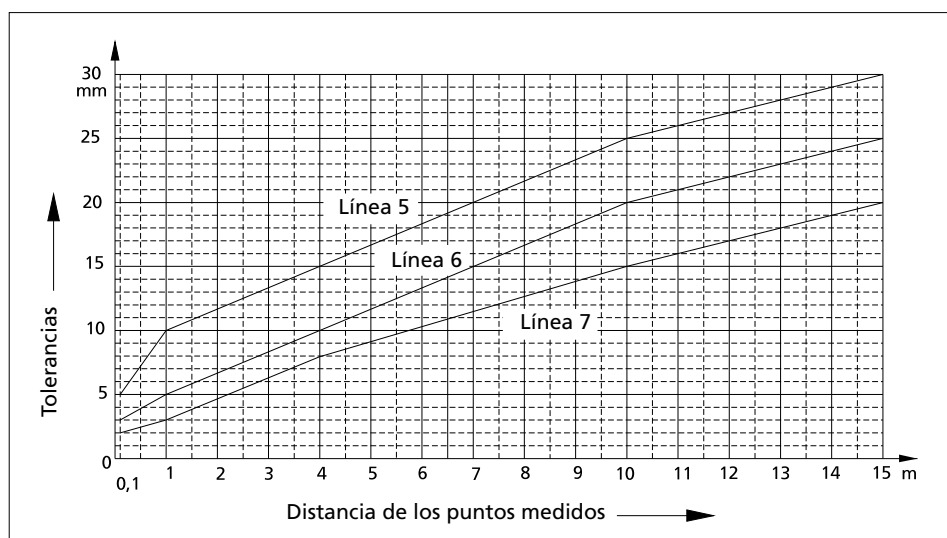

Fig. 12.2
* Los valores intermedios se encuentran en la Fig. 12.2. Redondear los valores encontrados a mm.